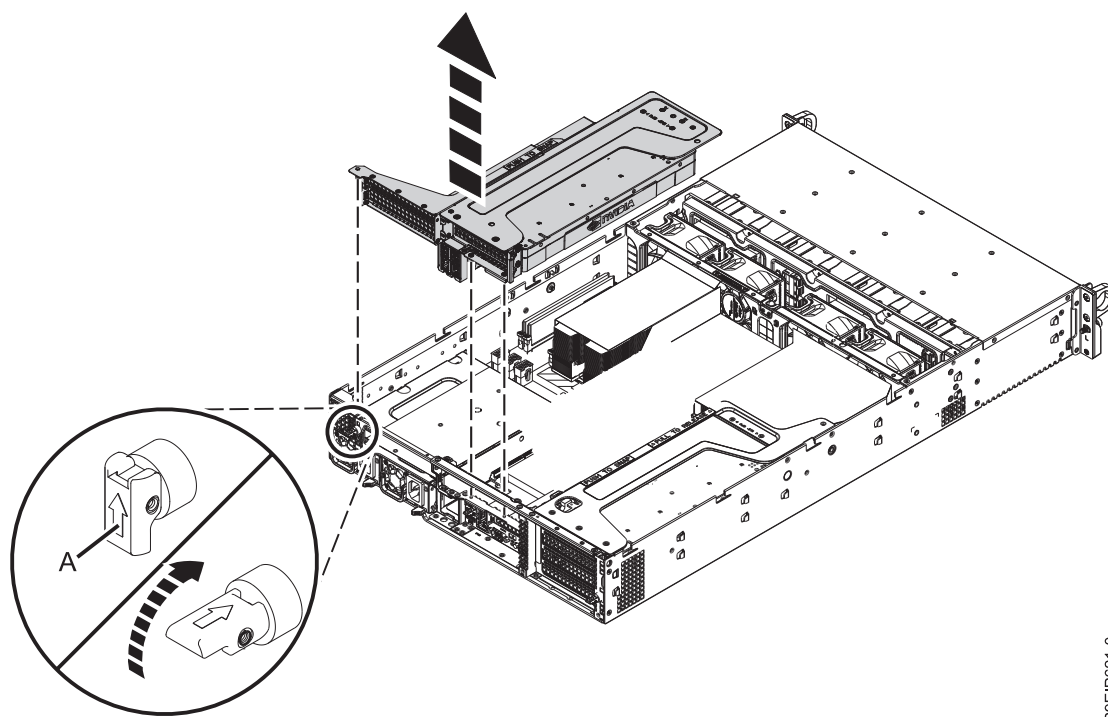

Figure 54. Retrait du connecteur de bus PCIe
3. Pour installer une carte PCIe dans la position 1 ou 2, retirez le connecteur de bus PCIe comme illustré dans la figure 54.
- a. Rétractez la goupille de retenue (A) comme indiqué dans la figure 54.